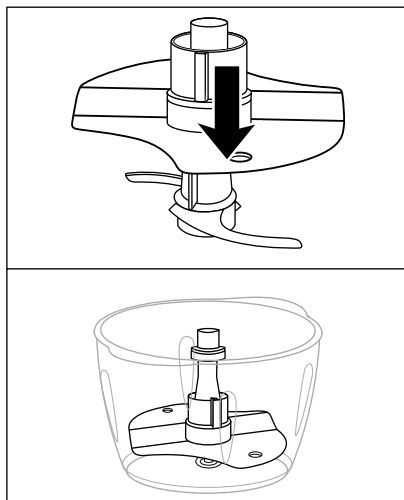

Abb. 1
- Um 200–400 ml Sahne zu schlagen, stecken Sie den Emulgieraufsatz **12** so auf den Messereinsatz **7**, dass der Emulgieraufsatz **12** auf beiden Teilen des Messers **8** aufliegt und einrastet (Abb.1):